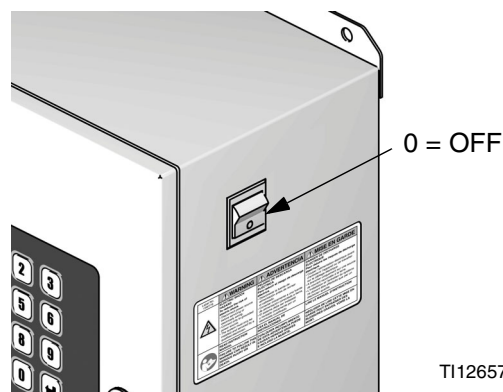

FIG. 14. Alimentazione OFF
3. Disattivare l'alimentazione del ProMix 2KS (posizione 0). FIG. 14.